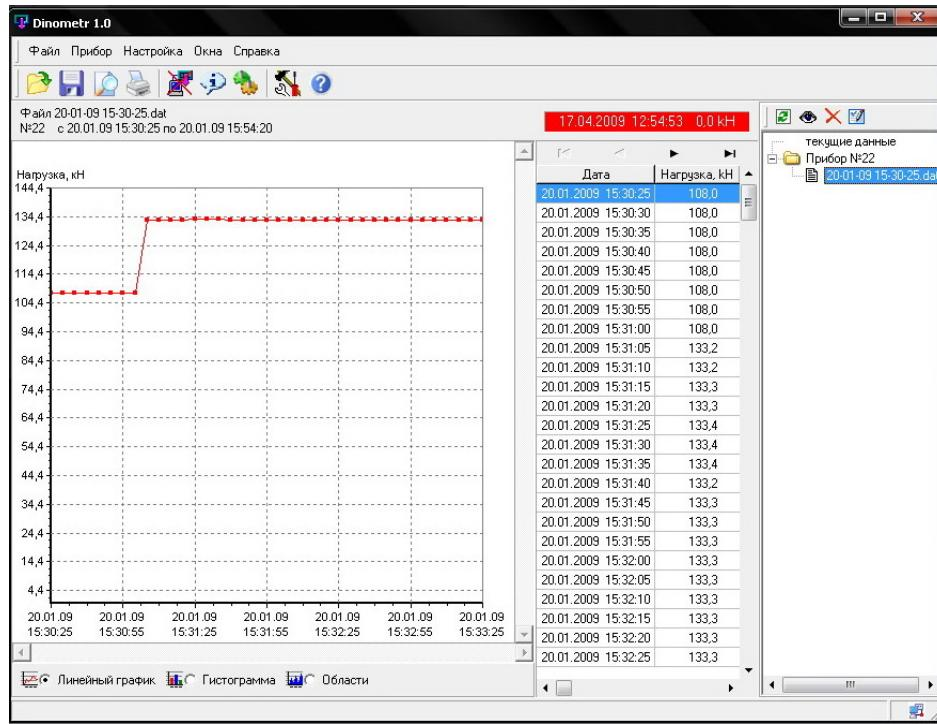

Рис.6 График измерений.
2.3.2.3 После завершения считывания программа построит график измерений рис.6